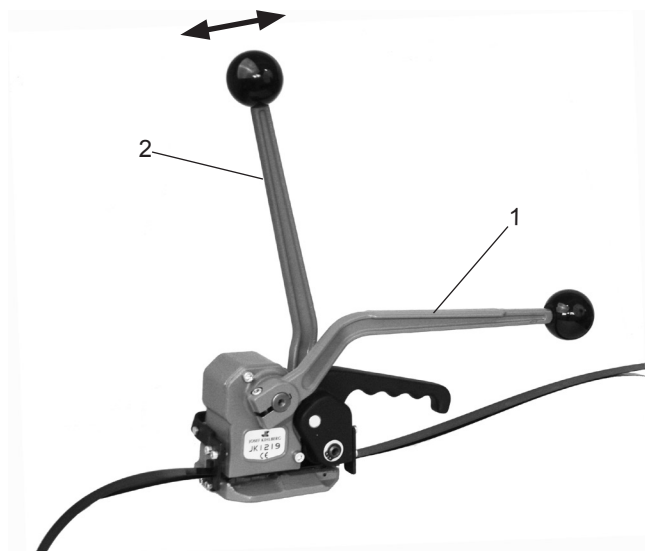

Fig. 4
- Håll stansspaken (Fig. 4/1) med din vänstra hand och för sträckspaken (4/2) fram och tillbaka tills rätt åttdragningsmoment har uppnåtts.